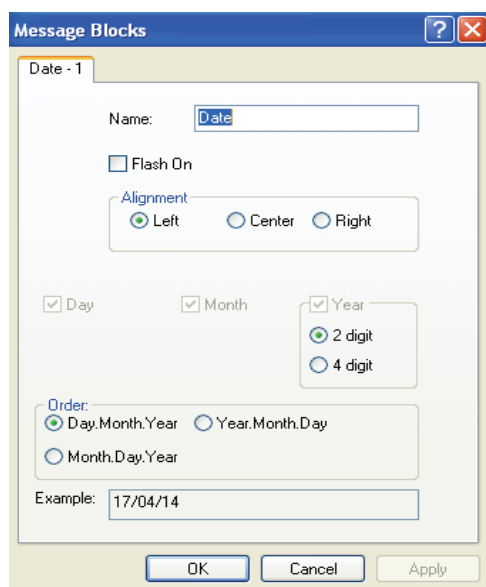

图 8-8 “Message Blocks”对话框
- 2) 在数据窗口中，选择所需的消息块（例如“Time”）。在快捷菜单中选择“Properties”命令，或双击消息块。将打开已选消息块的属性对话框，如图 8-8 所示。